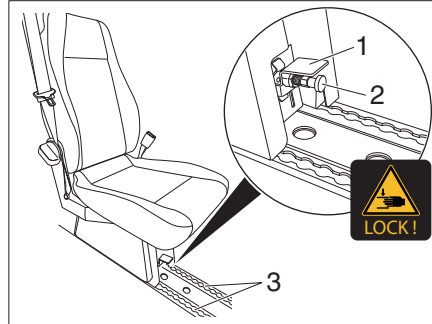

Bild 22 Einzelsitz ein- und ausbauen
- Verriegelungshebel (Bild 22,1) nach oben ziehen.
- Einzelsitz in die Schiene (Bild 22,3) heben.
- Rastbolzen (Bild 22,2) ziehen und Verriegelungshebel (Bild 22,1) nach unten drücken.
- Rastbolzen (Bild 22,2) unter dem Einzelsitz leicht nach unten drücken und ziehen. Die Arretierung löst sich.
- Einzelsitz (Bild 22,2) verschieben und Verriegelungshebel (Bild 22,1) nach unten drücken. Der Einzelsitz ist verriegelt.